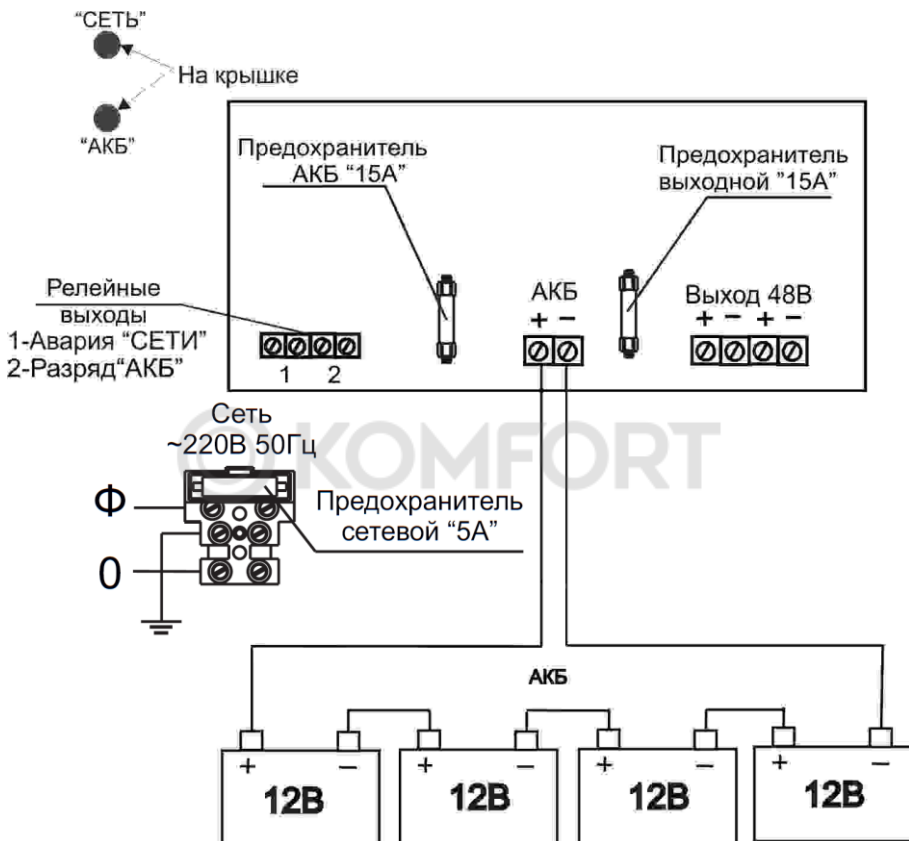

РИСУНОК 1
Держатель сетевого предохранителя совмещен с сетевой колодкой (см. приложение Рисунок 1).
ДЛЯ ПОЛНОГО ОТКЛЮЧЕНИЯ ИСТОЧНИКА СЛЕДУЕТ ОТСОЕДИНИТЬ КЛЕММУ «+АКБ» (СМ. ПРИЛОЖЕНИЕ РИСУНОК 1) ОТ САМОЙ АКБ, А ЗАТЕМ ОТКЛЮЧИТЬ НАПРЯЖЕНИЕ СЕТИ.
<p>ВНИМАНИЕ! ЗАПРЕЩАЕТСЯ СТАВИТЬ В КОЛОДКИ ПРЕДОХРАНИТЕЛЕЙ ПЕРЕМЫЧКИ И ПЛАВКИЕ ВСТАВКИ НОМИНАЛОВ, НЕ СООТВЕТСТВУЮЩИМ УКАЗАННЫМ В НАСТОЯЩЕМ РУКОВОДСТВЕ! (СМ. ПРИЛОЖЕНИЕ РИСУНОК 1 И ТАБЛИЦУ 3).</p>
Подключение источника производится при отключенном сетевом напряжении и открытой крышке (см. приложение Рисунок 1) в следующей последовательности:
- Соединить аккумуляторы в АКБ при помощи перемычек, входящих в комплект поставки (см. приложение Рисунок 1), при необходимости использования аккумуляторного отсека (не входит в комплект поставки) соединить АКБ согласно схеме в приложении см. Рисунок 4;
- Проверить правильность произведенного монтажа в соответствии со схемой подключения (см. приложение Рисунок 1,2,3).